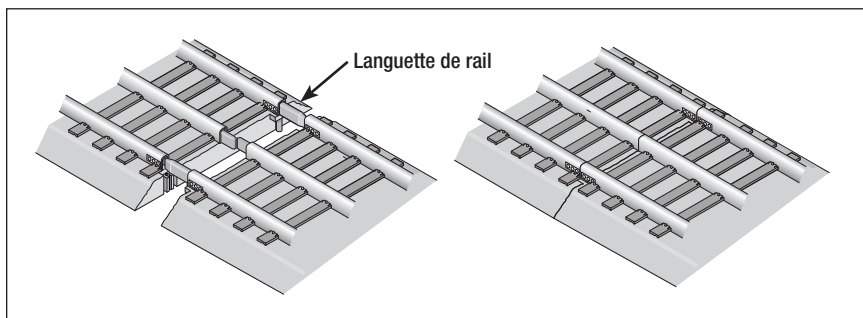

Figure 3. Assemblage des sections de voie ferrée
**L**es sections de voie ferrée FasTrack peuvent être assemblées facilement. Grâce aux plates-formes interverrouillantes et aux grosses languettes de rail, la voie ferrée s'assemble de manière sûre pour un bon contact électrique en tout temps. La Figure 3 illustre la façon d'assembler les sections de voie ferrée.